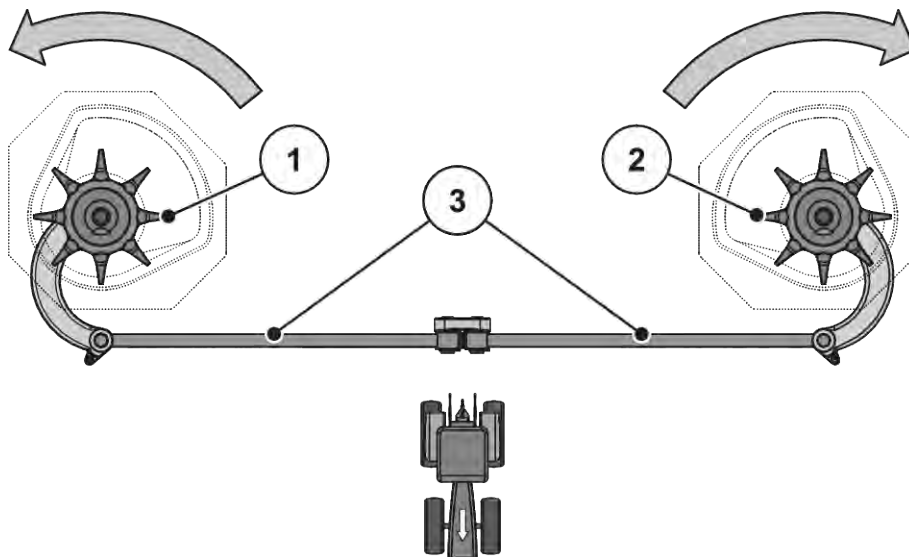

Fig. 52: Kontrollera omrörardrivningen.
- Vrid omröraren för hand i **spridartallrikens rotationsriktning**. Se Fig. 52 Kontrollera omrörardrivningen..
- Vrid omrörarhuvudet kraftigt för hand eller med hjälp av ett oljefilterband **mot spridartallrikens rotationsriktning**. Se Fig. 52 Kontrollera omrörardrivningen.